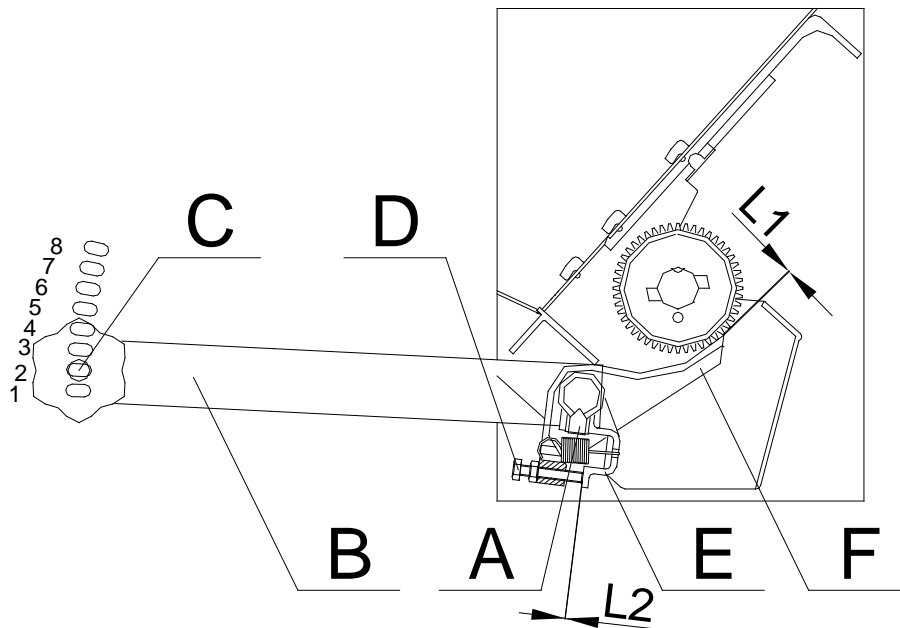

Abb. 10 Einstellung der Böden
Falls bei der Prüfung der Aussaat unterschiedliche Saatgutmengen bei den einzelnen Säapparaten festgestellt werden, sind folgende Einstellungen der Böden vorzunehmen (Abb. 10): Überprüfen Sie, ob die Stellschrauben (A) fest angezogen sind. Den Ausleger (B) auf die Öffnung (C), welches mit der Nummer 2 markiert ist, einstellen. Die Schraube (D) sollte den Einstellboden (E) leicht berühren. Bei dieser Einstellung sollte der Abstand L1 und L2 für alle Säapparate "0" betragen.